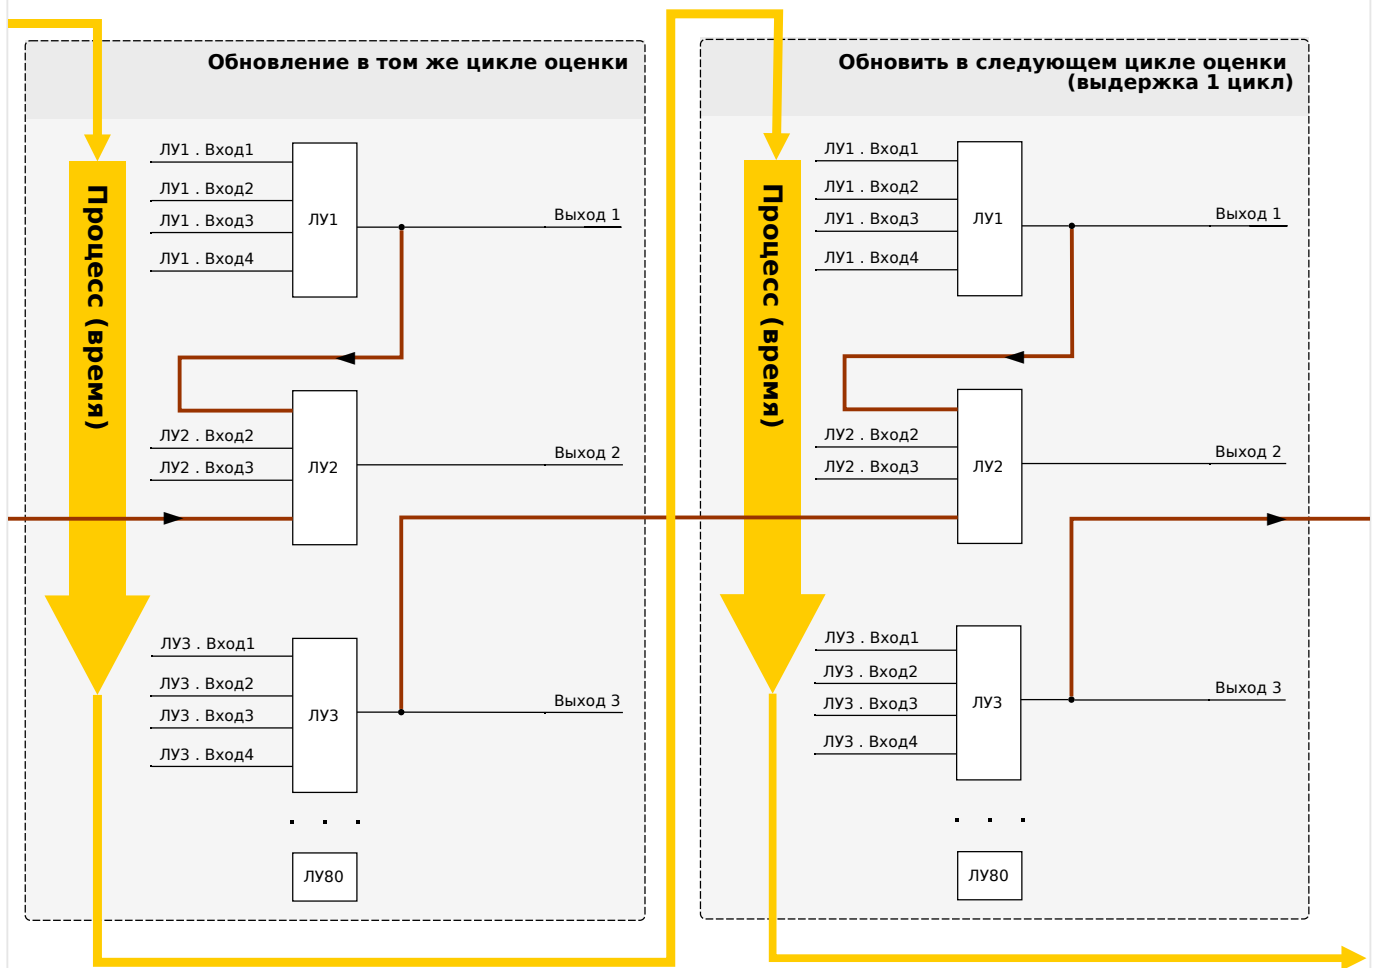

Рис. 150: Каскадирование в возрастающем порядке.
- **Нисходящая** последовательность означает, что некий выходной сигнал поступает на вход одного из логических уравнений с **меньшим** номером. На графике  **Рис. 150** приводится пример, когда результат логического уравнения ЛУ3 используется в качестве входного сигнала для логического уравнения ЛУ2.
И возрастающий, и убывающий порядки можно не только использовать, но и комбинировать, при этом разница будет заметна не сразу. Однако, как показано в разделах  **Рис. 149** и  **Рис. 150** ниже, благодаря определению состояний всех уравнений в возрастающем порядке фактические рабочие значения, поступающие на вход любого из них, будут иной степени зрелости.
В представленном выше примере  Рис. 150 для «логического уравнения 2» используются состояния выходов двух других уравнений — «логического уравнения 1» и «логического уравнения 3». Результат «логического уравнения 1» используется в возрастающем порядке и, следовательно, определен в ходе того же рабочего цикла. Результат «логического уравнения 3» используется в убывающем порядке и, следовательно, определен в ходе предыдущего рабочего цикла.